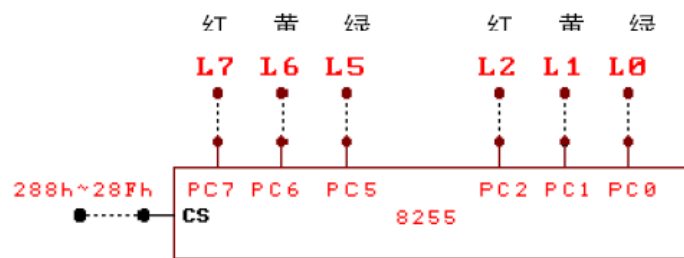

图 29
(3) 通过并行接口8255实现十字路口交通灯的模拟控制，如图29，L7、L6、L5作为南北路口的交通灯与PC7、PC6、PC5相连，L2、L1、L0作为东西路口的交通灯与PC2、PC1、PC0相连。编程使六个灯按交通灯变化规律亮灭。 十字路口交通灯的变化规律要求：